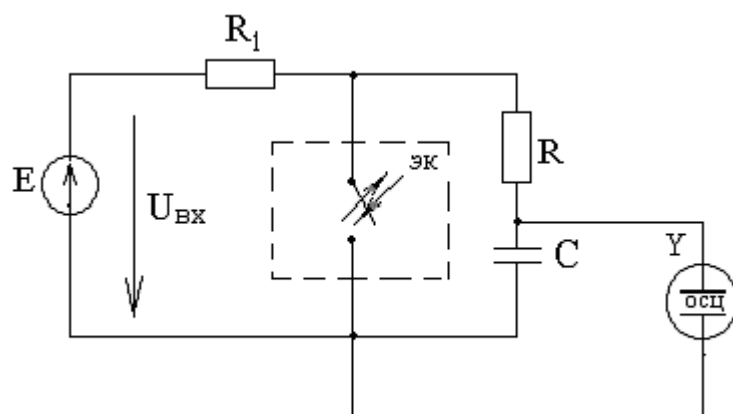

Рисунок 1.1 - Экспериментальная схема цепи RC
1.2.1 Собрать цепь (см. рисунок 1.1).